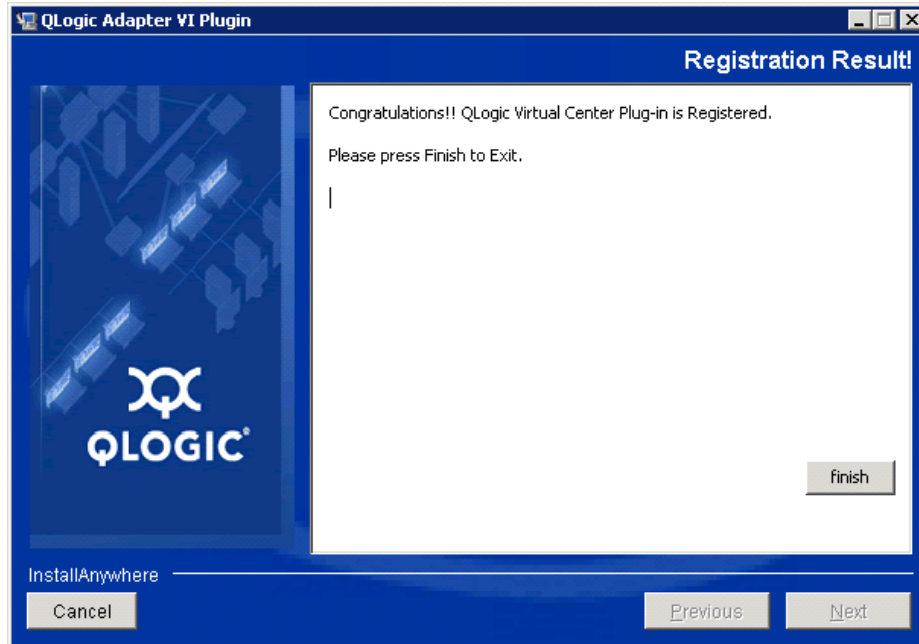

Abbildung 2-16. Erfolgreiche Registrierung
10. Abbildung 2-16 wird angezeigt, wenn die Registrierung abgeschlossen ist. Klicken Sie zum Beenden auf **Finish** (Fertig stellen).